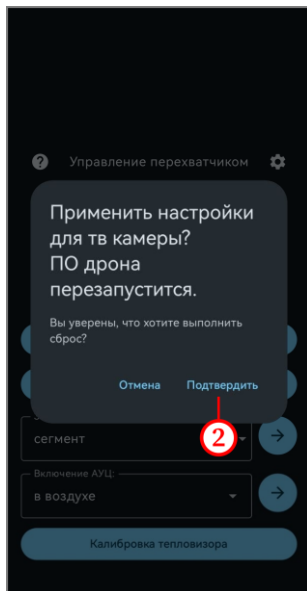

Рисунок 10
- на открывшейся форме нажать на кнопку «Подтвердить» (рисунок 10, шаг 2);